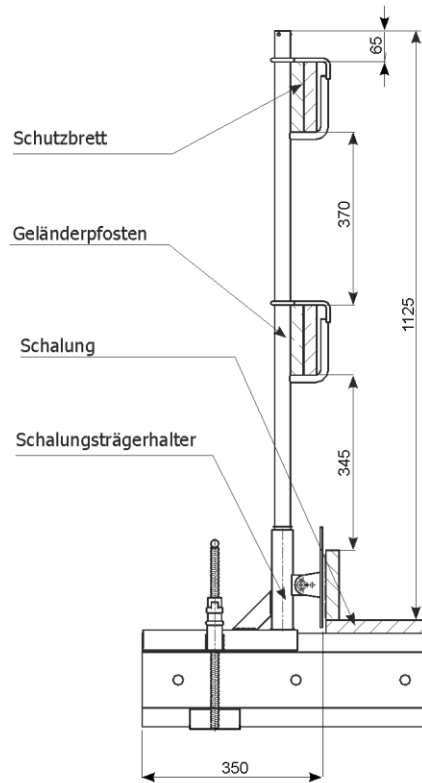

Abb. 51 Montage des Systems beim Einsatz von Schalungsträgerhaltern
2.9 Montage des Schalungsträgerhalters (Abb. 51)